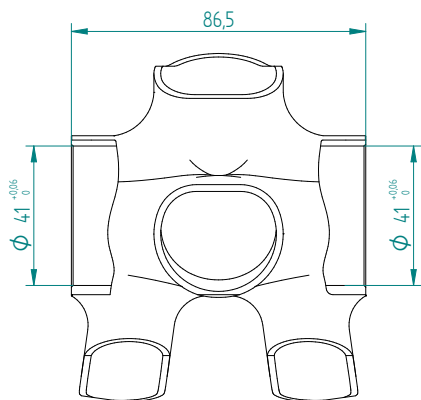

Fig. 1
- Check that the measurements of the bottom bracket correspond to those of the bottom bracket shell of your frame. The measurements of the frame bottom bracket shell with the relevant correct tolerances are shown in Fig. 1.
- Vérifiez que les mesures du boîtier de pédalier correspondent à celles du cadre. Les dimensions du boîtier de pédalier et ses tolérances correctes sont indiquées dans la (Fig. 1).
- Kontrollieren Sie, ob die Maße des Tretlagers denen des Tretlagergehäuses des Fahrrads entsprechen. Die Maße des Rahmengeräuses mit den entsprechenden korrekten Toleranzen sind in (Abb. 1) wiedergegeben.
- Compruebe que las medidas del movimiento central correspondan con las de la caja de pedalier de la bicicleta. Las medidas de la caja del cuadro con las correspondientes tolerancias correctas se muestran en (Fig. 1).